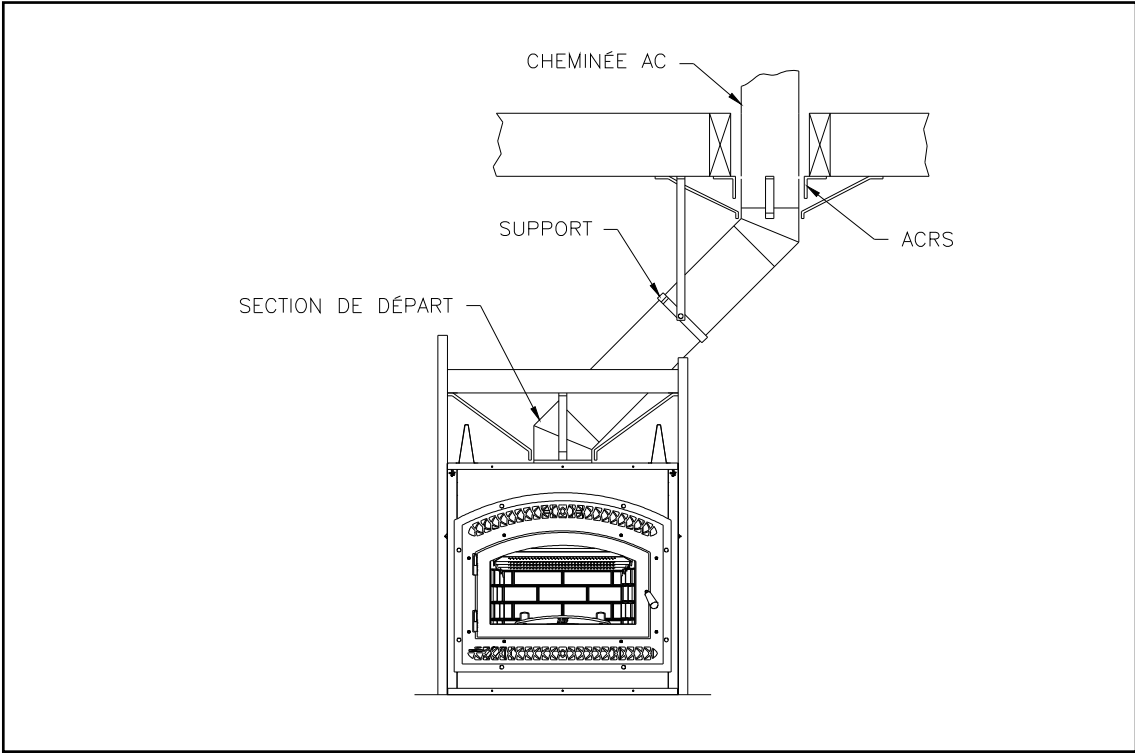

Figure 33
1. Installez le premier coude, l'orienter dans la direction désirée. Verrouillez-le en effectuant une rotation de 1/8° de tour. Rattachez les bretelles de support au colombage de la structure à l'aide de clous ou de vis à placoplâtre (Figure 33).